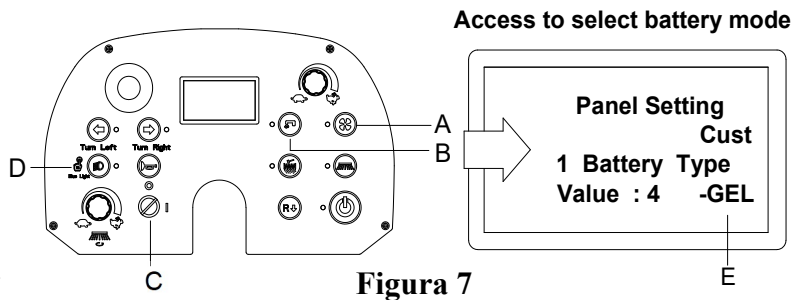

Figura 7
7. Apăsăți simultan butonul de aspirare (A, Figura 7) și butonul pompei (B, Figura 7).
8. Inserați cheia de contact (C, Figura 7) și rotiți-o la poziția „I”.
9. După câteva secunde, sistemul intră în modul de selectare a bateriei (Figura 7).
10. Eliberați butonul de aspirare (A, Figura 7) și butonul pompei (B, Figura 7).
11. Apăsăți simultan butonul de aspirare (A, Figura 7) și butonul pompei (B, Figura 7) pentru a selecta tipul bateriei (E, Figura 7).
12. Apăsăți butonul farului (D, Figura 7), după aproximativ 1 secundă, pe ecran se afișează „Update OK” (Actualizare OK), indicând faptul că tipul de baterie este configurat, apoi reporniți mașina. (C, Figura 7).